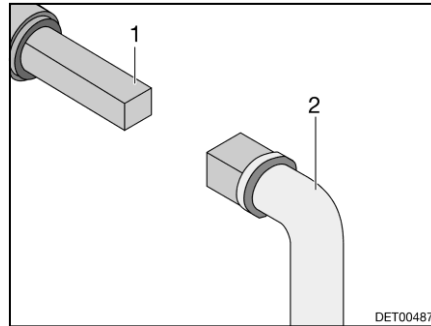

Bild 102 Bedienung Abwasserhahn
- Schlüssel (Bild 102,2) auf Vierkant (Bild 102,1) stecken.